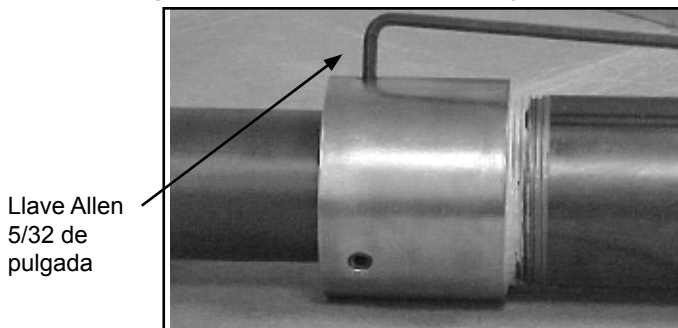

Figura 8: Apriete los tornillos de fijación
19. Apriete cada tornillo de fijación con una vuelta completa adicional como mínimo. La cabeza de los tornillos de fijación debería estar a nivel o por debajo del nivel de la superficie externa de la unión (Figura 8).